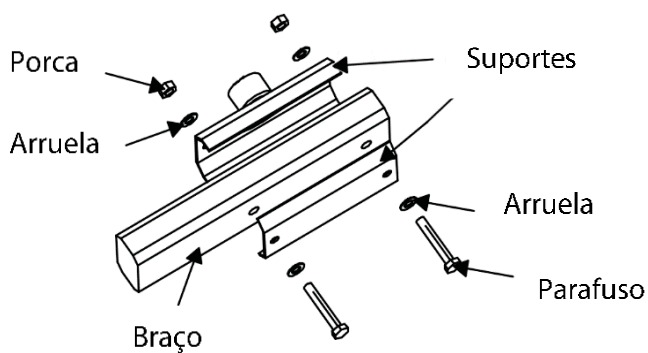

Figura 2 Instalação do braço no suporte do gabinete
- Fixe o braço no suporte (estrutura), conforme mostrado na Figura 2.